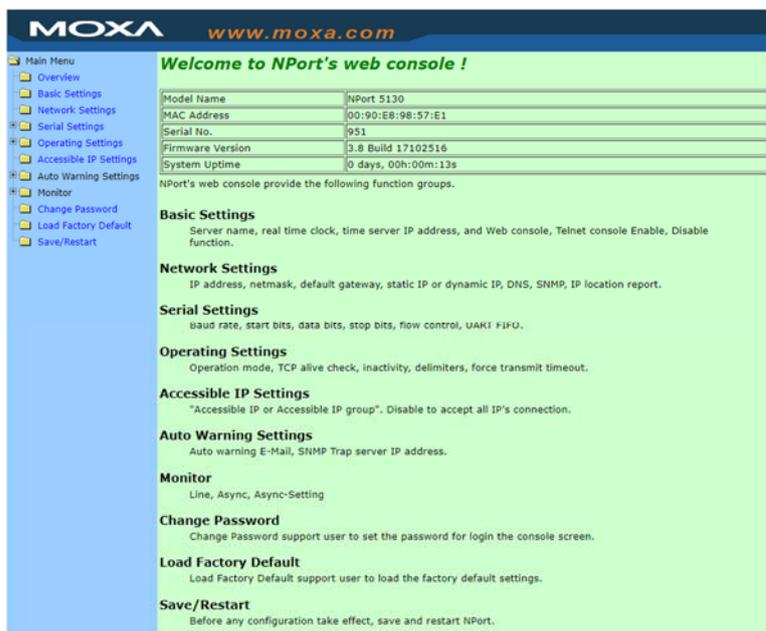

图 6
二、打开浏览器，输入地址 192.168.127.254，再输入密码“moxa”，按提交“Submit”进入模块设置页面，如图 6。
- 2) 再次进入图 6 的页面，按“Operation Settings”的“Port 1”进入设置页面，参考图 3，将“Operation mode”设置为“UDP Mode”，“Packing length”输入 29，“Force transmit”输入 8，“Destination IP address 1”行输入“192.168.1.2”，“192.168.1.2”，“6301”，其中最后一个数,6301 为端口号（Port），这个数字可以是 1~65535 之间的任意值，这个端口号将在虚拟软件中使用。完成后按提交“Submit”和保存并重启“Save/Restart”。
- 3) 再次进入图 6 的页面，按“Network Settings”进入设置页面，在第一行的“IP address”输入“192.168.1.100”，完成后按提交“Submit”和保存并重启“Save/Restart”。（由于修改了模块的 IP 地址，步骤 3）操作完成后浏览器将无法再次进入设置页面。）